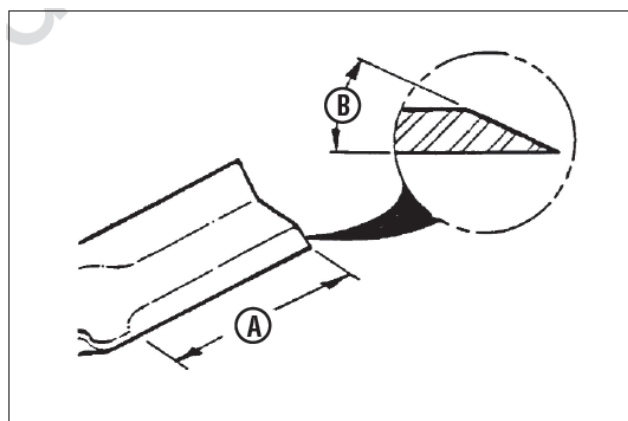

Рис. 44. Заточка ножа
6. Если нож в хорошем состоянии, заточите его при помощи шлифовального круга под углом 22-28 градусов (B, рис. 44). Не затачивайте режущую кромку ножа дальше ее исходного размера (A).